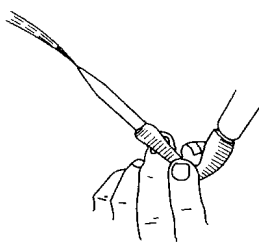

图 1.18 排除气泡
(2) 洗涤。根据滴定管的沾污情况,采用相应的洗涤方法将它洗净后,为了使滴定管中溶液的浓度与原来相同,最后还应该用滴定溶液润洗 3 次(每次溶液用量约为滴定管容积的 $1/5$),润洗液由滴定管下端放出。
(3) 装液及排气。将溶液加入滴定管时,要注意使下端出口管也充满溶液,特别是碱式滴定管,它下端的橡皮管内的气泡不易被察觉,这样,就会造成读数误差。如果是酸式滴定管,可迅速地旋转活塞,让溶液急骤流出以带走气泡,如果是碱式滴定管,向上弯曲橡皮管,使玻璃尖嘴斜向上方(图 1.18),向一侧挤动玻璃珠,使溶液从尖嘴喷出,气泡便随之除去。排除气泡后,继续加入溶液到刻度“0”以上,再放出多余的溶液,调整液面在“0.00”刻度处。
(4) 读数。常用的滴定管的容量为 50mL,它的刻度分 50 大格,每一大格又分为 10 小格,所以每一大格为 1mL,每一小格为 0.1mL。读数应读到小数点后两位,即 0.01mL。